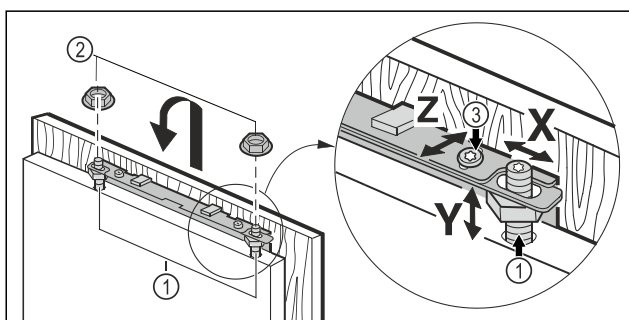

Fig. 22
- Zaveste nábytkové dvere na justovacie čapy Fig. 22 (1) a poistné matice Fig. 22 (2) zľahka naskrutkujte na justovacie čapy.
- Nábytkové dvere vyrovnajte vo výške **Y** a vyrovnajte bočný sklon: Nastavte justovacie čapy Fig. 22 (1) pomocou skrutkovača.
- Uťahnite poistné matice Fig. 22 (3).